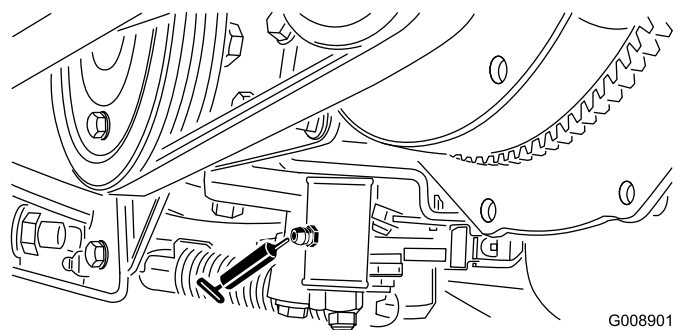

Figura 60
- Mecanism de reglare neutru (Figura 60)